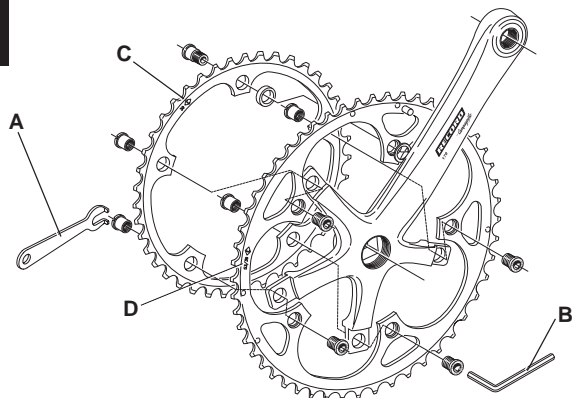

Fig. 11 / Abb. 11 / Afb. 11
- Tenere fermi i dadi di fissaggio degli ingranaggi con la chiave UT-FC040 (A-Fig. 11) mentre si avvitano/svitano le viti con la chiave a brugola da 5 mm (B-Fig. 11).
- l'allineamento dei rombi stampigliati sugli ingranaggi (C-Fig. 11);
- la compatibilità degli ingranaggi verificando i numeri stampigliati sull'ingranaggio esterno (esterno più centrale per guarnitura tripla) (D-Fig. 11).